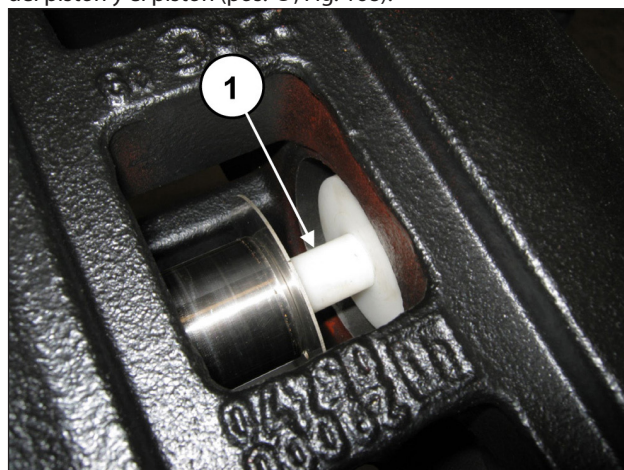

Fig. 168
Introducir la herramienta tampón (cód. 27632500 entre la guía del pistón y el pistón (pos. ①, Fig. 168).